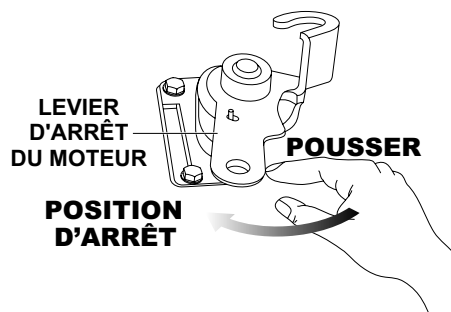

**Figure 63. Levier d'arrêt du moteur**
2. Déplacer le levier d'arrêt du moteur (Figure 63) à la position **ARRÊT**. Continuer à pousser le levier d'arrêt jusqu'à ce que le moteur soit complètement arrêté.